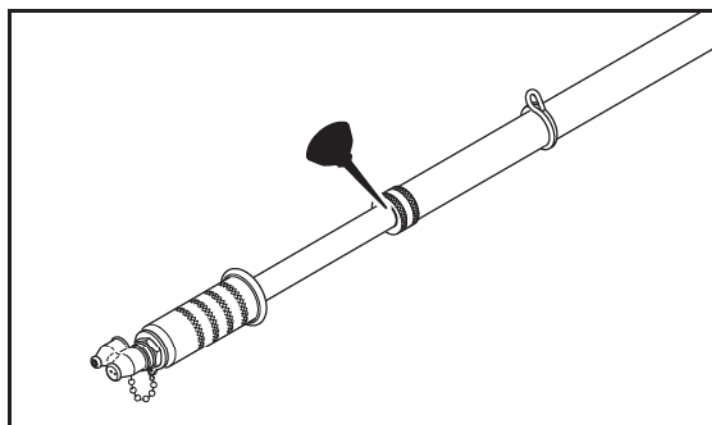

Figura 9. Lubricación de la Bomba
2. Aplique unas cuantas gotas de aceite ligero o grasa en la tuerca de la glándula para facilitar la operación de la bomba. Ver Figura 9.